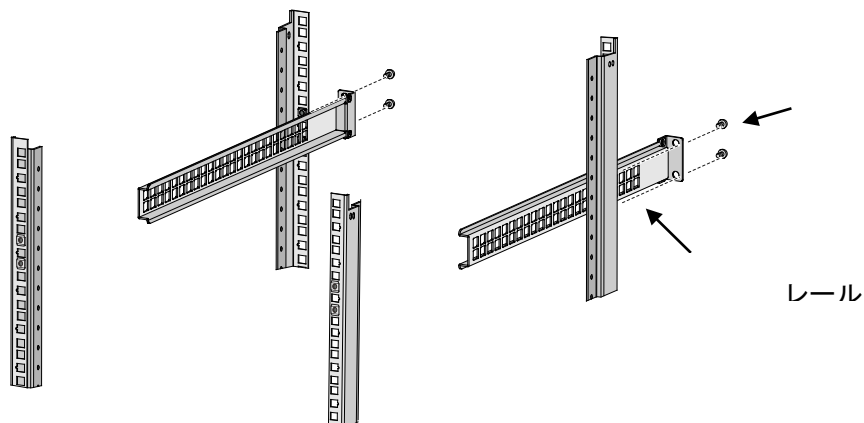

図 8-9 レール金具の固定
- c) 図 8-9に示すように、19インチラックの一方の支柱のネジ穴とレール金具のネジ穴をケージナットで合わせ、19インチラックにネジでレール金具を取り付けます。ケージナットはお客様で用意してください。